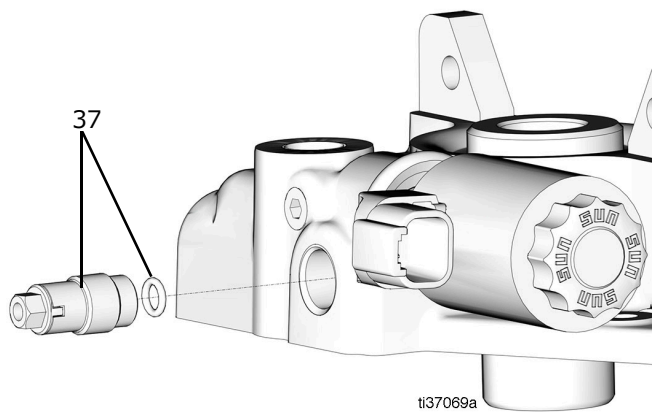

図 49
35. チェックバルブと O リング (37) を取り外します (図 49)。